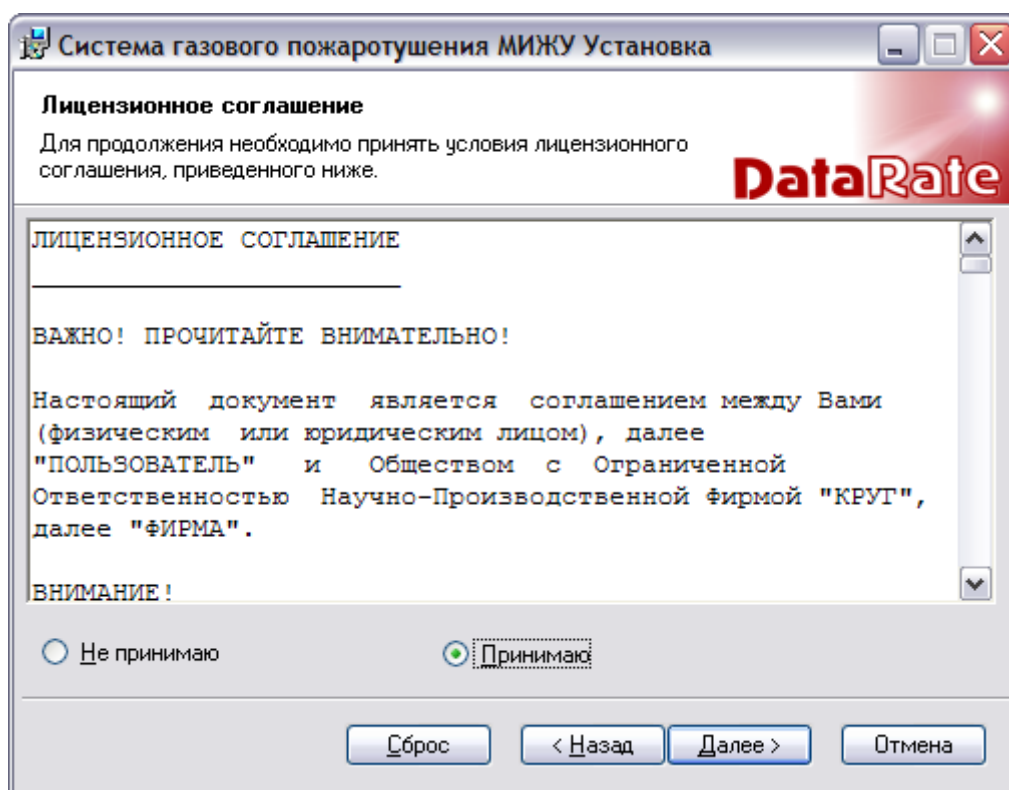

Рисунок 11 - Лицензионное соглашение проекта системы газового пожаротушения МИЖУ
- 9) Прочитайте лицензионное соглашение системы газового пожаротушения МИЖУ, выберите «Принимаю» (рисунок 11) и нажмите «Далее>».